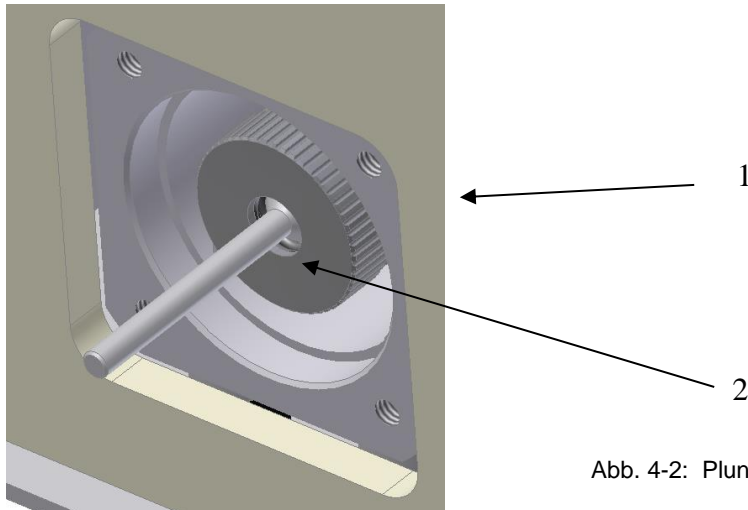

Abb. 4-2: Plunger mounting assembly
- e) Die Mutter, welche den Kolben hält, entfernen (Pos 1, Abb. 4-2).und den Kolben ausbauen. (Pos. 2, Abb. 4-2)